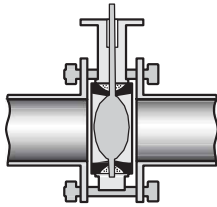

Figure 4. 설치방법 2.
- . 플랜지 볼트 삽입: 밸브의 윗부분과 아래 부분의 볼트를 밸브 바디 가이드 홀에 통과 하게 삽입한 후, 가볍게 체결합니다. 그 후 나머지 볼트들도 같은 방법으로 조립 후 가볍게 체결합니다. (Figure 4. 참조) 러그 바디 밸브(PSL)의 경우 모든 볼트를 밸브와 플랜지에 장착해 주고, 모든 볼트를 가볍게 체결하기 바랍니다.